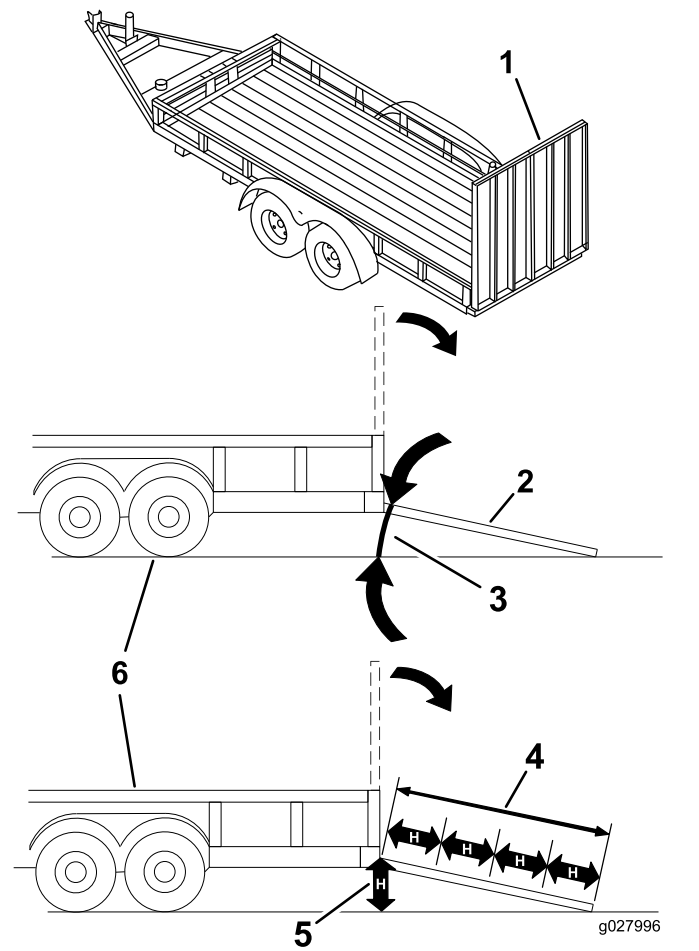

Bild 34
Das Laden einer Maschine auf einen Anhänger oder einen Lastwagen erhöht die Umkipppgefahr und könnte schwere oder tödliche Verletzungen verursachen (Bild 34).
3. Senken Sie die Rampe ab und stellen Sie sicher, dass der Winkel zwischen der Rampe und dem Boden höchstens 15 Grad beträgt (Bild 34).
1. Senken Sie die Rampe ab und stellen Sie sicher, dass der Winkel zwischen der Rampe und dem Boden höchstens 15 Grad beträgt (Bild 34).